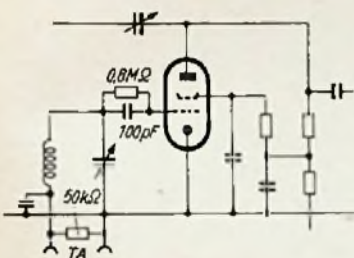

Bild 3. Der Tonabnehmer liegt in Reihe mit Gitterableitwiderstand und Gitterspule
b) Nicht so brummempfindlich ist eine Schaltung nach Bild 3, jedoch ist auch die Verstärkung nicht so hoch, da infolge des in Reihe liegenden Gitterableitwiderstandes von 0,5 bis 1 MΩ nur ein Teil der Wechselspannung am Gitter wirksam wird.